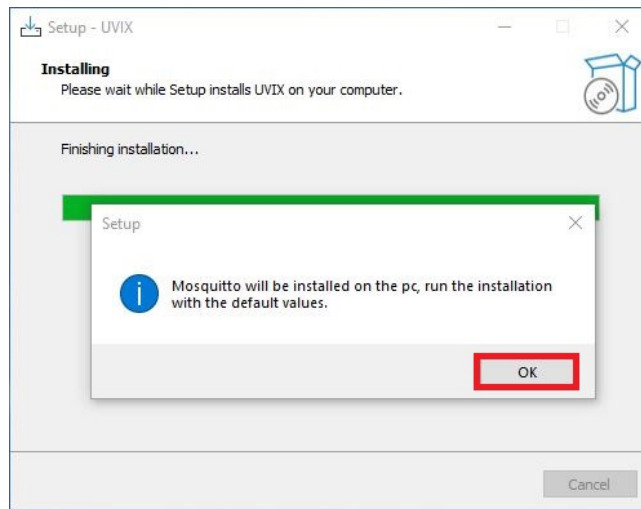

Figura 4.25: installazione Fast Mode
- Cliccare su "Ok" per confermare l'installazione del Fast Mode, figura 4.25.